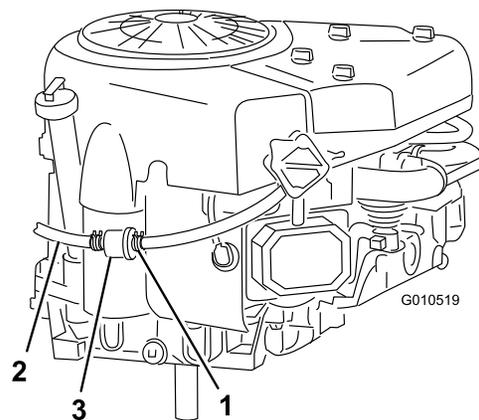

Figure 28
7. Pincez les extrémités du collier de fixation et poussez le collier en haut de la conduite d'alimentation, en direction du réservoir de carburant (Figure 28).
8. Débranchez la conduite d'alimentation du filtre (Figure 28) et laissez l'essence s'écouler dans un bidon ou un bac de vidange.
10. Rapprochez le collier de serrage du filtre pour fixer la conduite d'alimentation et le filtre à carburant (Figure 28).
Le meilleur moment pour remplacer le filtre à carburant (Figure 28) est lorsque le réservoir à carburant est vide. Ne réinstallez jamais un filtre à carburant encrassé après l'avoir déposé de la conduite d'alimentation.